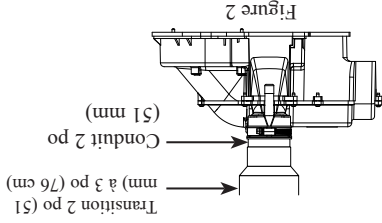

Figure 2
1. Insérer une section de tuyau de 2 po (51 mm) de diamètre au raccord d'accouplement en caoutchouc de la soufflerie, suivi d'un réducteur de diamètre inversé de 2 po (51 mm) à 3 po (76 mm) (voir Figure 2).